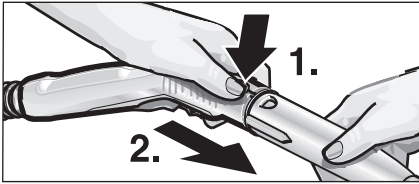

Рис. 5: від'єднання насадок
- Для від'єднання насадок натисніть кнопку розблокування (C3 або G3) та зніміть насадки одна з одної (див. рис. 5).